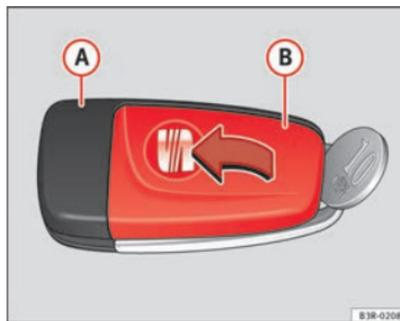

Fig. 70 Llave principal: Abrir la tapa
- Separe **con cuidado**, haciendo palanca con una moneda, la parte de la llave ⇒ fig. 70 (A) y la tapa (B).